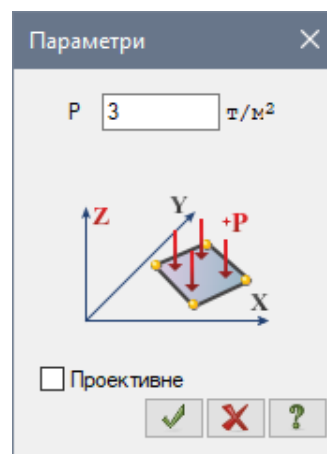

Рис. 6.14. Діалогове вікно Параметри
- В цьому вікні задайте інтенсивність навантаження  $p = 3 \text{ т/м}^2$  (рис. 6.14).
- В цьому вікні задайте інтенсивність навантаження  $p_1 = -3 \text{ т/м}^2$  і увімкніть радіо-кнопку **Уздовж осі Z** (рис. 6.14).